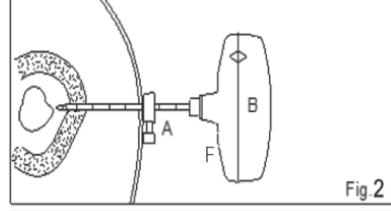

Fig.2
- FIG.2** Muovere il misuratore di profondità in avanti fino al contatto con la pelle, quindi ritirarlo alla profondità desiderata, usando i contrassegni di centimetri sulla cannula di taglio (A) per avere una guida visiva.